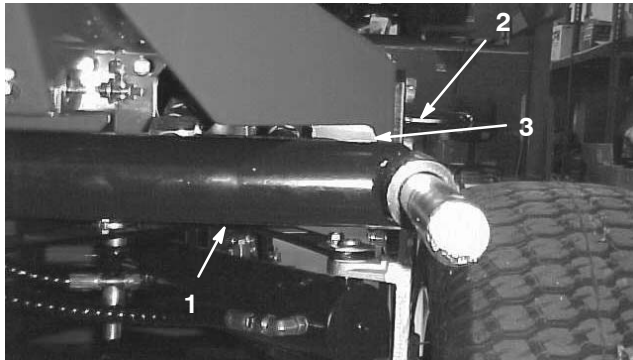
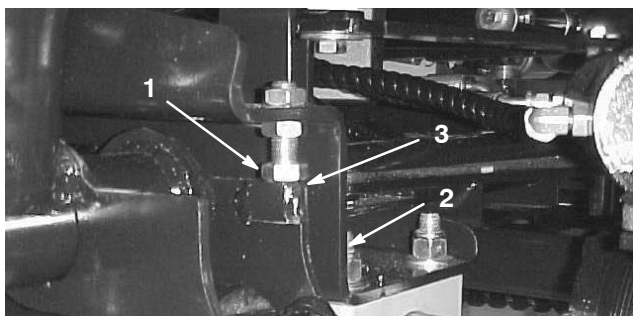
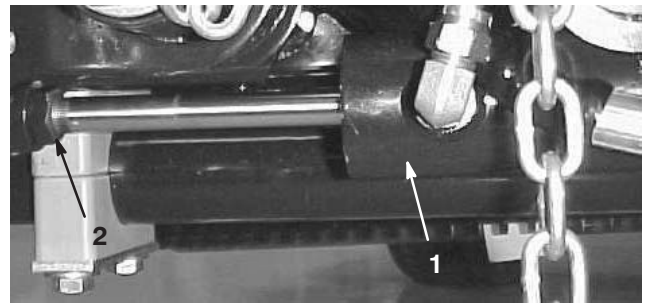

Figure 10
Figure 11
Figure 12
1. Mettez le moteur en marche, relevez les plateaux de coupe et vérifiez si l'écartement entre chaque bras de relevage et le support de la plaque de plancher est compris entre 5 et 8 mm (Fig. 10). Si ce n'est pas le cas, reculez les boulons d'arrêt (Fig. 11) et réglez le vérin de manière à obtenir l'écartement voulu. Pour régler le vérin, reculez l'écrou de blocage sur le vérin (Fig. 12), retirez l'axe à l'extrémité de la tige et tournez la chape. Remettez l'axe et vérifiez l'écartement. Répétez la procédure au besoin. Resserrez l'écrou de blocage de chape.
2. Vérifiez que l'écartement entre chaque bras de relevage et le boulon d'arrêt est de 0,13 à 1,02 mm (Fig. 11). Si ce n'est pas le cas, réglez les boulons d'arrêt de manière à obtenir l'écartement voulu.